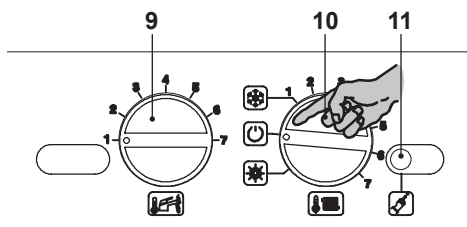

Figura 5.71
- Per uscire dalla programmazione posizionare il selettore di funzione / manopola regolazione temperatura 10 come indicato in Figura 5.71.